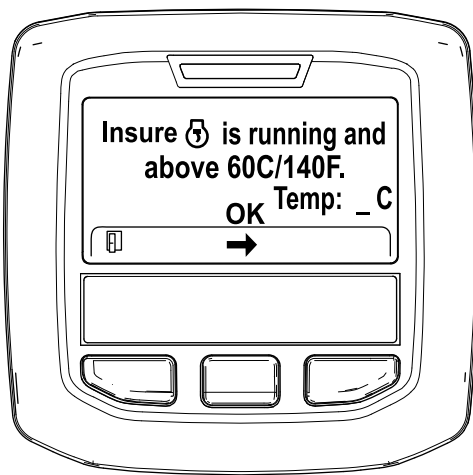

Figura 32
5. Se la temperatura del refrigerante è inferiore a 60°C, viene visualizzato il messaggio "Assicurarsi che  sia in funzione e sopra 60°C". (Figura 32).